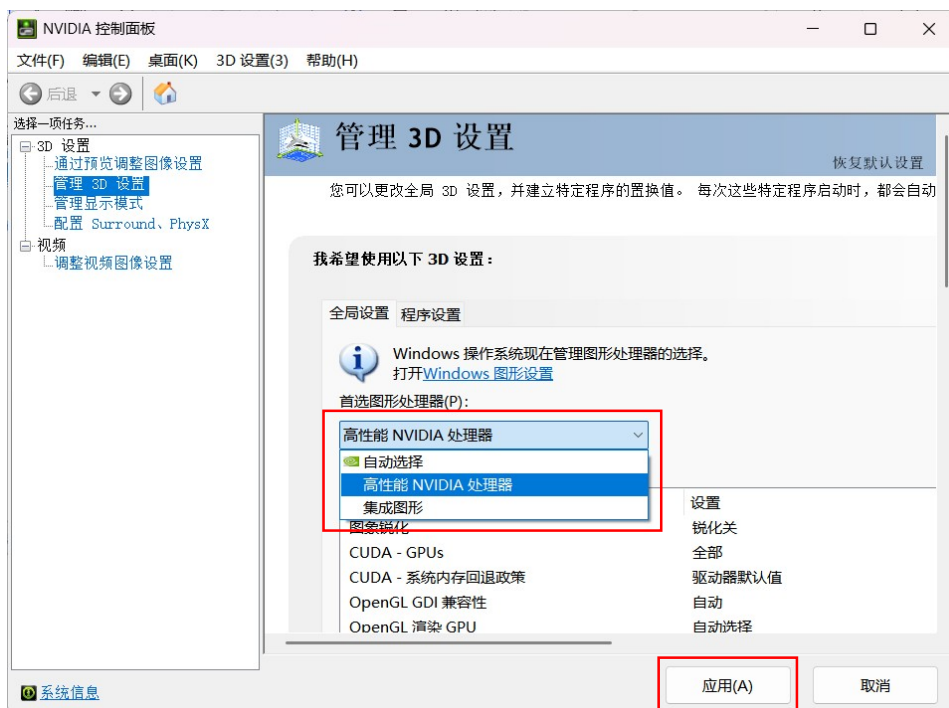

图 4-10 高性能模式设置示意图
- 2、左侧选择“管理 3D 设置”，在“首选图形处理器”选项下拉框处，选择“高性能 NVIDIA 处理器”，点击“应用”，如图 4-10 所示。